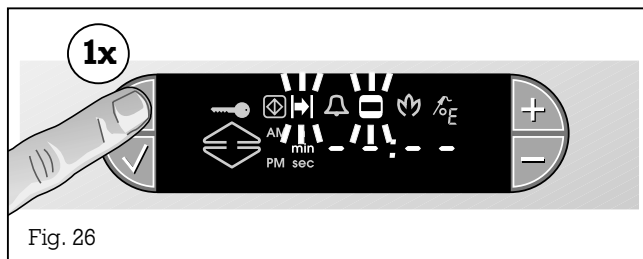

Fig. 26
- Appuyez 1 fois sur la touche ⌚ (horloge). Les symboles ⌚ (durée) et ■ (temps de cuisson) clignotent sur l'afficheur. Des tirets apparaissent sur l'afficheur (signification : pas de valeur programmée) (fig. 26).